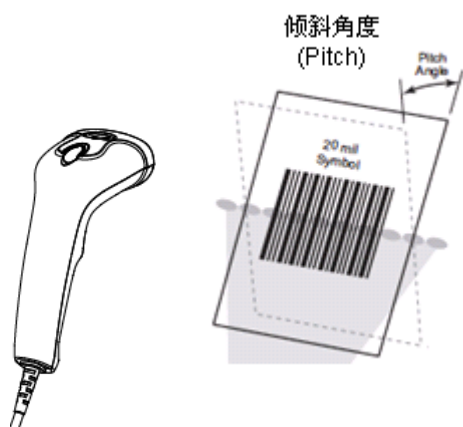

图 1-7
- ✧ 倾斜角度(Pitch)： $\pm 60^\circ$ ；测试条件为 0° 旋转角及 0° 偏转角（见图 1-7）。